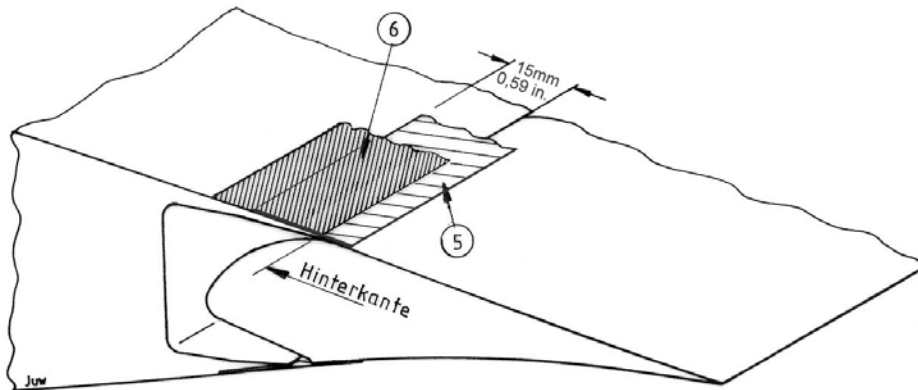

FIG. 7 Höhenleitwerk-Unterseite
- 7.2 Nach dem Reinigen der Oberfläche die Schutzfolie des Abdeckbandes (5) abziehen und die linke und rechte Hälfte aufkleben, wobei die Vorderkante des Abdeckbandes 15mm vor der Hinterkante der Flosse sitzen muß. Diese 15 mm sind gleichzeitig auch die Breite des Selbstklebefilmes. Das Abdeckband ragt dann 7 mm auf das Ruder (Fig. 7).
- 7.3 Das Schutzklebeband (6) [Tesafilm Nr. 104, weiß, 25 mm breit] über die Vorderkante des Abdeckbandes (5) kleben, bündig mit der Hinterkante der Höhenflosse (Fig. 7).